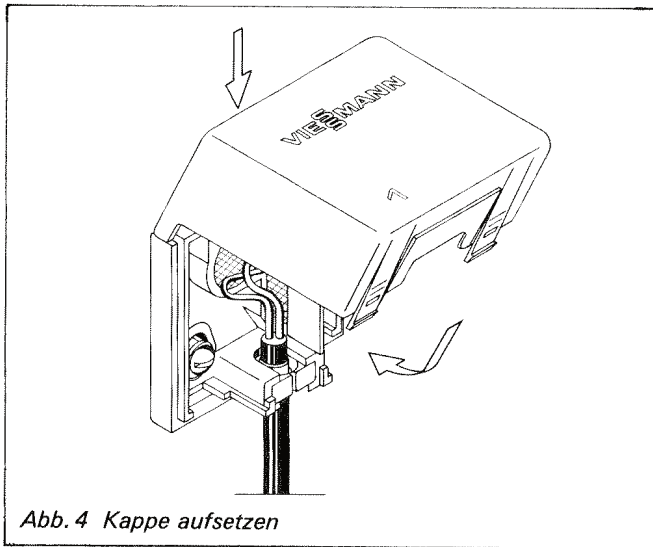

Abb. 4 Kappe aufsetzen
5. Die Kappe am oberen Sockelrand einhängen und auf den Sockel drücken, bis die Befestigungsklammern im Sockel eingerastet sind (Abb. 4).